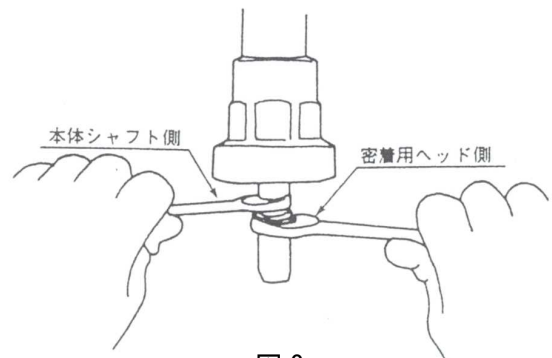
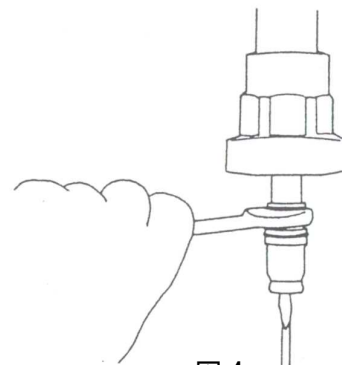

図3
図4
- ③密着コアが変形していないことを確認する。
- ①密着用ヘッドを本体のシャフトにねじ込み、図3のようにしっかり締め付ける。
- ②密着用ヘッドに密着コアを差し込む。
- ③密着用ヘッドに密着用ビスを手でねじ込んだ後、片ロスパナで密着用ヘッドを押さえ、密着用ビスの溝にマイナスドライバーをかけ、締め付ける。（図4）
- ④密着コアを手で回し、スムーズに回転することを確認する。
- ⑤ヘッドとコアの間に異物が入っていないか確認する。異物があった場合は清掃を行う。